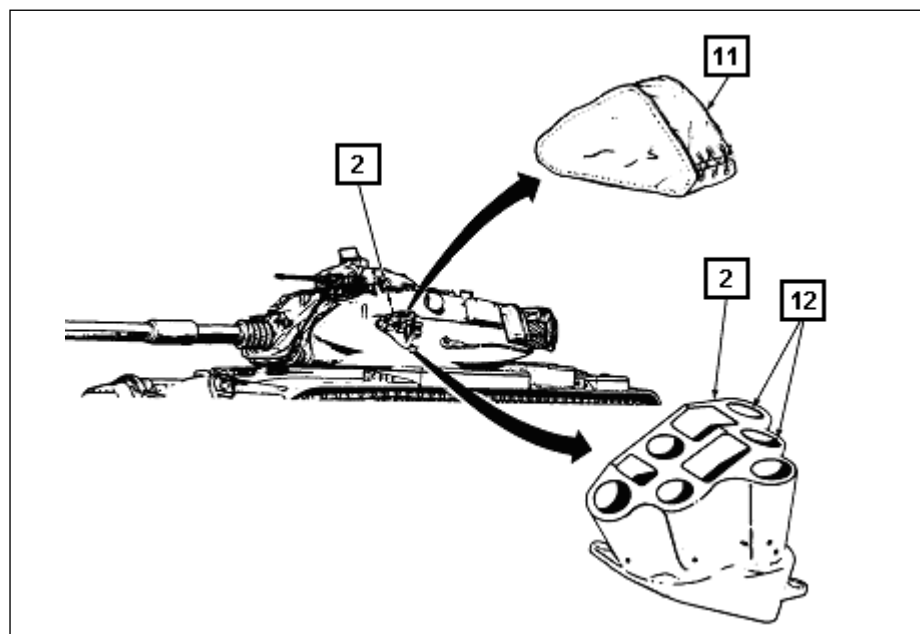

Fig 4-84. Lançador de granada esquerdo
(1) Falha é um retardo temporário na ação da carga de propulsão da granada. Quando ocorrer, esperar 10 (dez) segundos e fazer 2 (duas) tentativas adicionais, com 10 (dez) segundos de intervalo. Se a granada não disparar, proceder como uma nega.
(2) Nega se dá quando não há o disparo da granada. Quando ocorrer uma nega, esperar 10 (dez) segundos e fazer duas tentativas com 10 (dez) segundos de intervalo. Esperar 5 (cinco) minutos, se a granada ainda não disparar, remover a granada e colocá-la a 200 metros do pessoal e equipamento. Informar ao pessoal EOD, fornecendo tipo, quantidade e localização precisa das granadas.
(3) Tijolo quente é a granada que for disparada mas falha na queima. Após esperar 15 (quinze) minutos e informar ao pessoal EOD.
e. Manutenção (Fig 4-84 e 4-85)
- (1) Desligar a chave geral das baterias.
- (2) Travar a torre, agindo na trava da torre(10).
- (3) Desligar a tecla dos lançadores de fumígenos.
- (4) Remover a coifa(12) dos lançadores(2).
- (5) Assegurar-se que os lançadores estão descarregados. Caso contrário, observar o **item "f."**, a seguir.
- (6) Limpar os resíduos dos bocais dos lançadores.
- (7) Usando um pedaço de arame, assegurar que os buracos de drenagem(22) estão limpos.
- (8) Usar pano, limpador, lubrificante e ONLA ou água e sabão para lavar os lançadores.
- (9) Assegurar-se que não existe resíduos em torno dos botões acionadores.
- (10) Instalar as coifas nos lançadores.